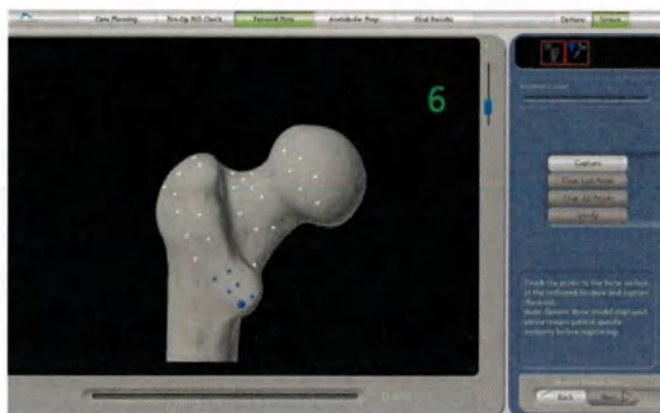
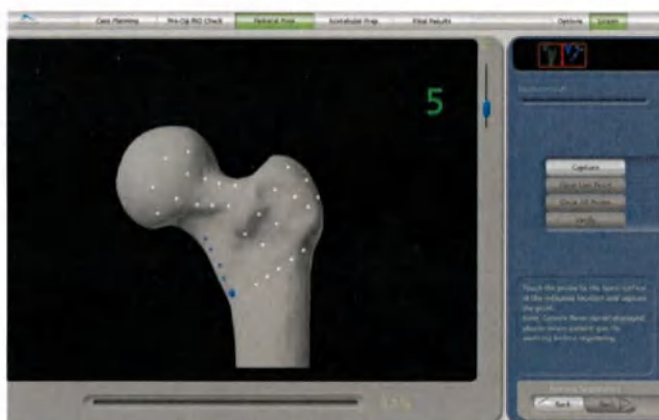
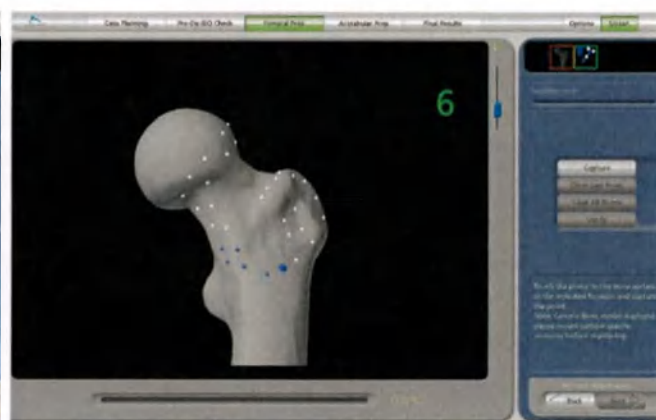

Рисунок 12. Схема регистрации бедренной кости для заднелатерального доступа
Рисунок 13. Схема регистрации бедренной кости для переднелатерального доступа
Рисунок 14. Схема регистрация бедренной кости для прямого anteriорного доступа
2. **Точная регистрация:** С помощью зонда прикоснитесь к поверхности кости в необходимых областях проксимального отдела бедренной кости, указанных в программном обеспечении (Рисунок 12, Рисунок 13 и Рисунок 14).